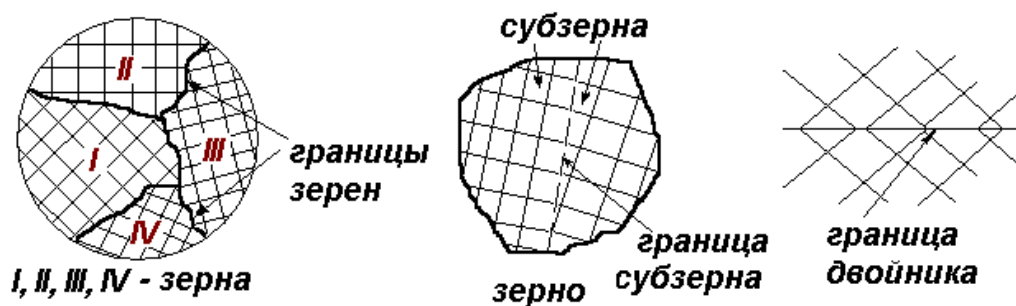

Рис. 8. Поверхностные дефекты: границы зёрен, субзёрен и двойников
3) **Поверхностными** называют дефекты, которые малы в одном направлении, а в двух других – намного больше межатомного расстояния. Это **границы зёрен** в поликристаллах, границы субзёрен и двойников (рис. 8).